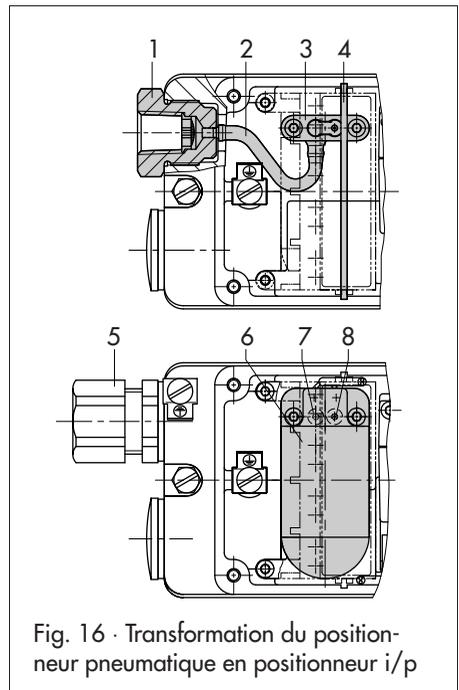

Fig. 16 · Transformation du positionneur pneumatique en positionneur i/p
5. Transformation du positionneur pneumatique en positionneur électropneumatique (fig. 16)
Le joint avec restriction et tamis doit se trouver placé du côté droit tel que représenté sur la fig. 16. Fixer le module i/p avec deux vis et le circuit imprimé avec une vis.